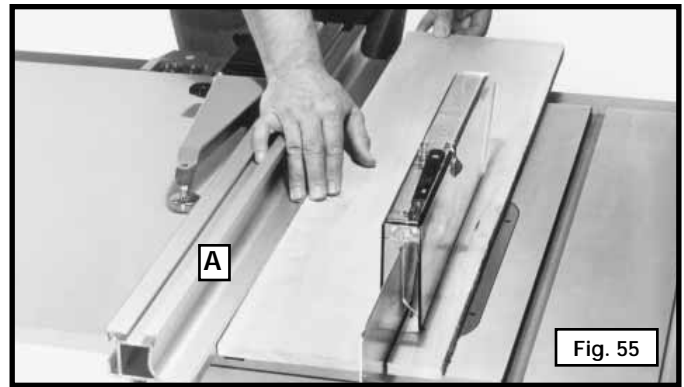

Fig. 55
Se denomina corte longitudinal (Fig. 55), al corte que se realiza a lo largo de una tabla. La guía de corte (A) se utiliza para guiar y ubicar la pieza de trabajo en la posición correcta. Un borde del trabajo corre contra la guía de corte mientras que el lado plano de la tabla descansa sobre la mesa.